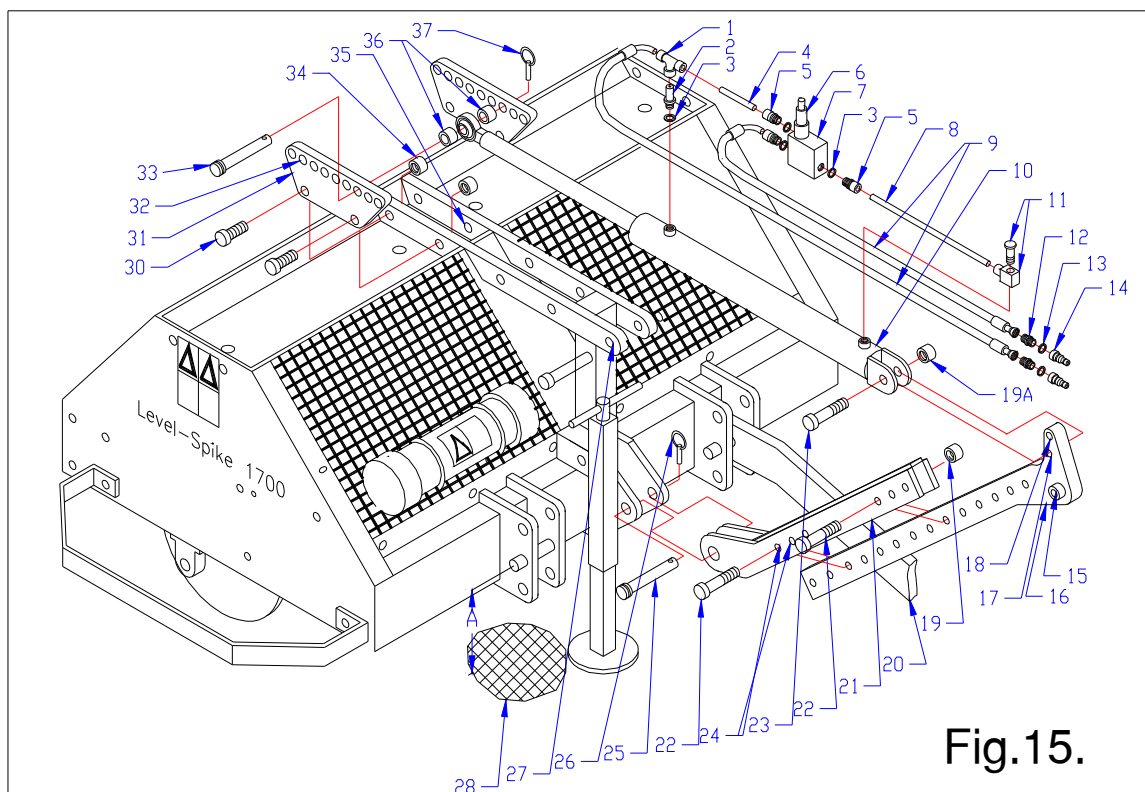

Fig.15.
12.6 GEWICHTS OVERDRACHT SYSTEEM, Zie fig.15.
Monteer de onderdelen op de hydraulische cilinder, zie fig. 15. De stroomregelaar 2 wordt in de cilinder 10 geschroefd. Gebruik koper ring 3. Monteer de drie puntstukken 5, in het druk reduceerventiel 7, gebruik koper ringen 3. Monteer de leidingen 4/8 tussen de puntstukken 5, T stuk 1 en de banjo 11. Monteer uiteindelijk alles op de cilinder. Wanneer alles past draai alle verbindingen vast, en zorg daarbij dat het reduceerventiel verticaal gemonteerd wordt. Vervolgens kunnen de slangen aan T stuk 1 en puntstuk 5 gemonteerd worden. Monteer aan het andere eind van de slang de draad nippels met daar aan de snelsluitingen, gebruik daarbij koper ring 13. Wanneer alles is aangedraaid is de cilinder gereed voor gebruik.
Monteer de symmetrische platen 31 met bouten 30 en moeren 34 op de standaard gaten 35 in de machine zoals aangegeven in fig. 15.